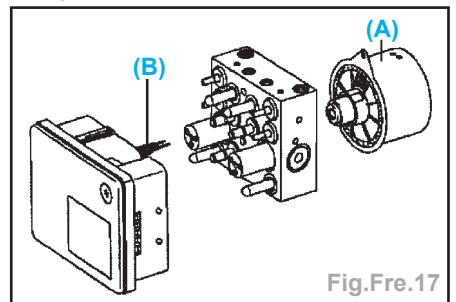

Fig.Fre.17
**Important :** lors de la dépose, la pompe hydraulique (A) doit être plaquée sur l'unité de modulation de pression (Fig.Fre.17).